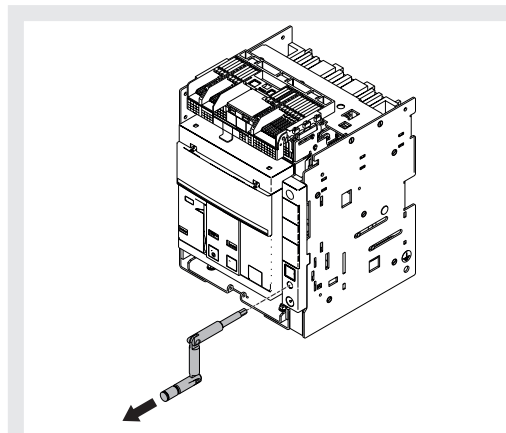

Figura 37
8. Estrarre la manovella. Vedi Figura 37.